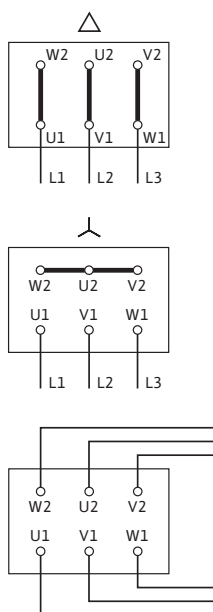

Рис. 8: Подключение к сети
- Электроподключение на клеммной колодке зависит от мощности двигателя  $P_2$ , от сетевого напряжения и от типа пуска. Необходимое переключение соединительных перемычек в клеммной коробке определить по следующей таблице и рис. 8.